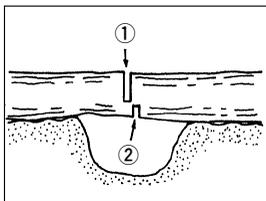

図 16
- (2) 図 16 のようにくぼみにまたがっている部分を切る場合は、はじめに上側から3分の2ほど切り込み、次に下側から切り通してください。